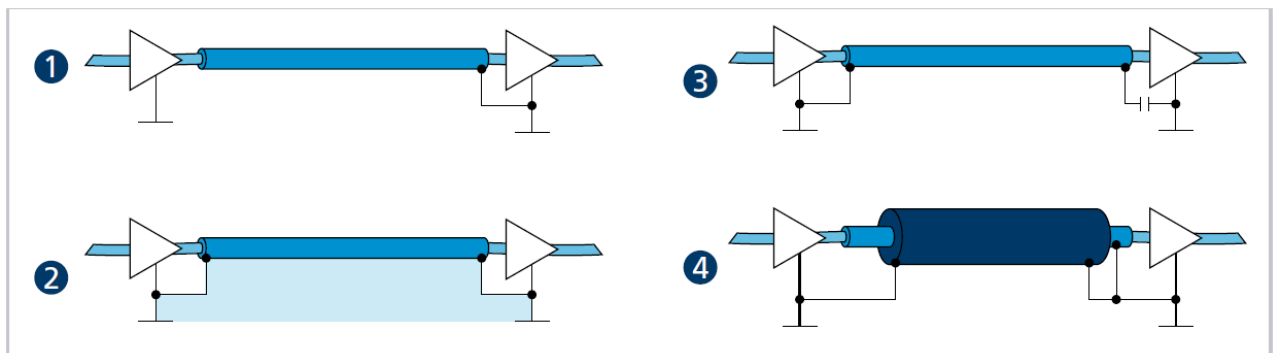

図 26：シールド接続の様々な方法
- ▶ モータ相は、センサ信号やエンコーダ信号とは別にシールド内に敷設し、少なくともモータ側で接続してください（図 26 の 1 または 2 を参照）。
センサ信号は、別の外部編組シールドを使用して、モータ相と一緒に共通のケーブル/絶縁ホース内に敷設することも可能です。この外部編組シールドは、両端で接続する必要があります（例：図 26 の 4）。このような構成において、図 26 の 2 のような解決策は、必ずしも機能するとは限りません。
接地オフセット（電位差）により両端接地が不可能な場合は、特別に適合したコンデンサ（例：Y1/Y2/X1/X2 などの安全コンデンサ、図 26 の 3 を参照）を介して高周波（RF）接続を確立してください。この場合、モータ接続側とコントローラ側を除き、シールドを複数箇所で接続しないでください。